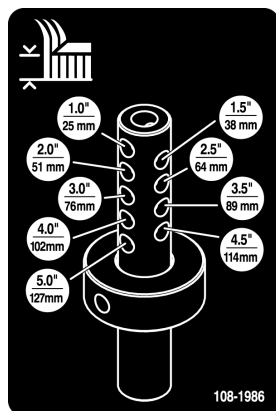

図 9
6. 刈高ロッドについている刈高穴から希望する刈高を選び、そこに刈高カラーをセットする（図9）。